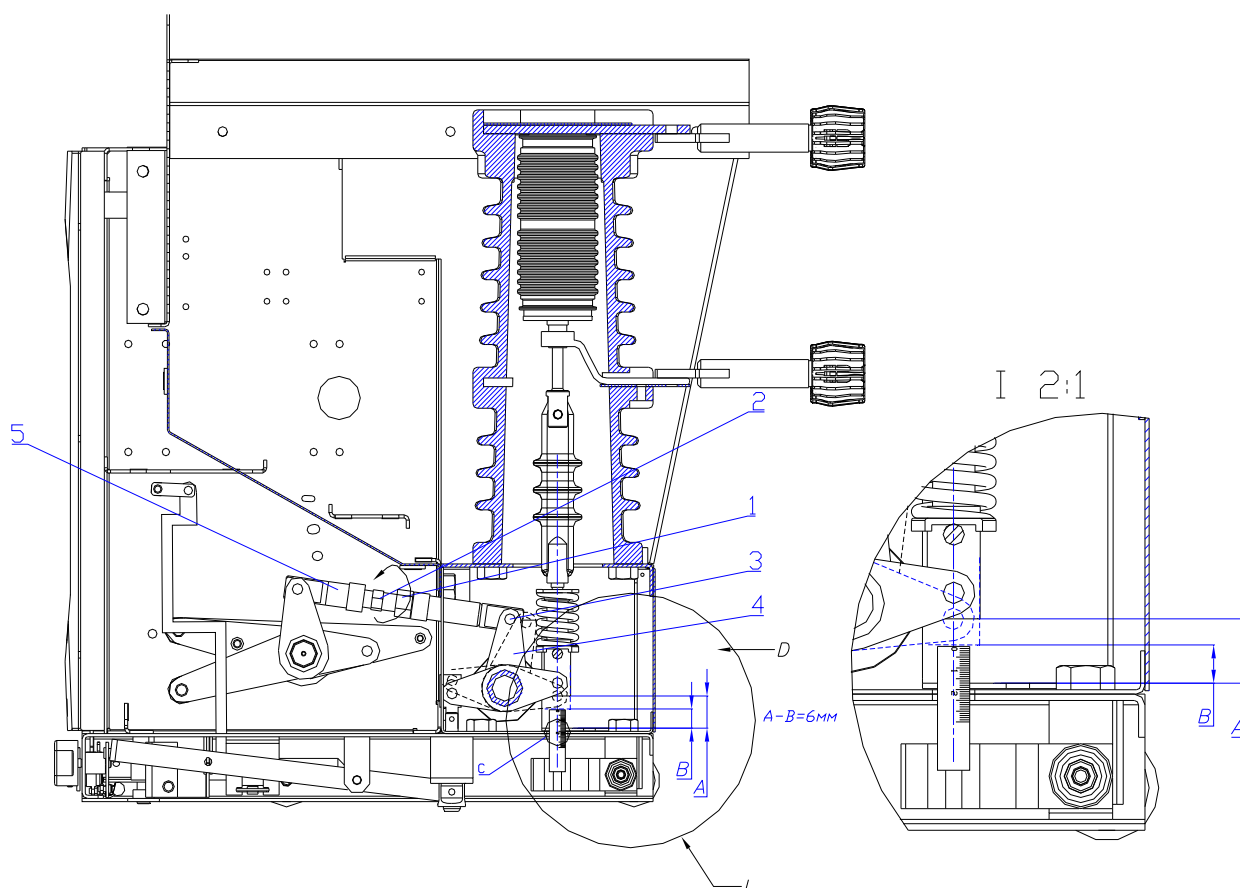

Рисунок 7. Регулировка хода контакта
9.4.2. Регулировку хода контакта осуществлять с помощью соединительной, регулируемой тяги 5 (Рисунок 7). Выключатель должен быть в положении «ОТКЛ.» и «НЕ ГОТОВ». Для осуществления регулировки необходимо снять лицевую панель 5 (Рисунок 1), отвернув шесть крепежных винтов и накладку винтового механизма, через проем в правой стенке привода отвернуть гайку 1 (Рисунок 7), конtringущую шпильку 2. Повернуть шпильку так, чтобы тяга свободно двигалась на оси 3 соединяющей ее с валом дугогасительного блока 4. После этого необходимо замерить расстояние «А» между узлом поджатия и какой-либо неподвижной частью корпуса. Например, как показано на Рисунке 7. Это можно сделать линейкой через отверстие «С». Визуально контролировать изменение расстояния можно через проем дугогасительного блока (вид по стрелке D).